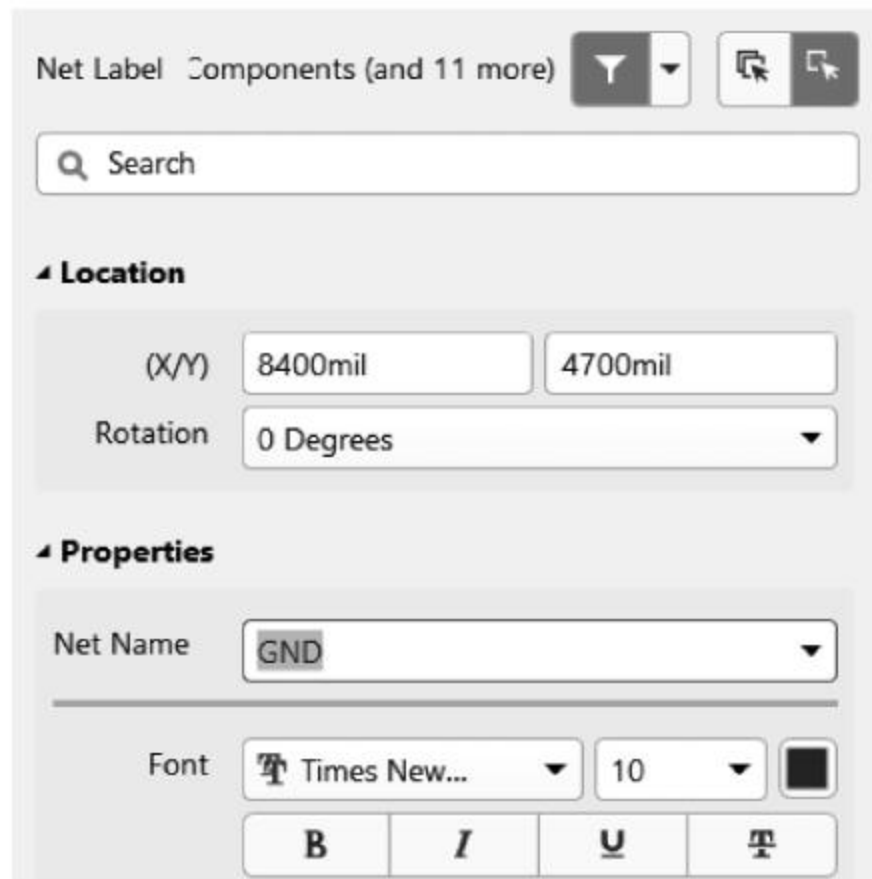

图 4-24 网络标号属性编辑面板
(1) 启动放置网络标号命令后,光标变成十字形状。将光标移到要放置网络标号的位置(导线或者总线),光标上出现红色的×。此时单击鼠标左键就可以放置一个网络标号了,但是一般情况下,为了避免后面修改网络标号的麻烦,应在放置网络标号前按 Tab 键,设置网络标号的属性(一般只需设置 Net Name 这一项即可),如图 4-24 所示。